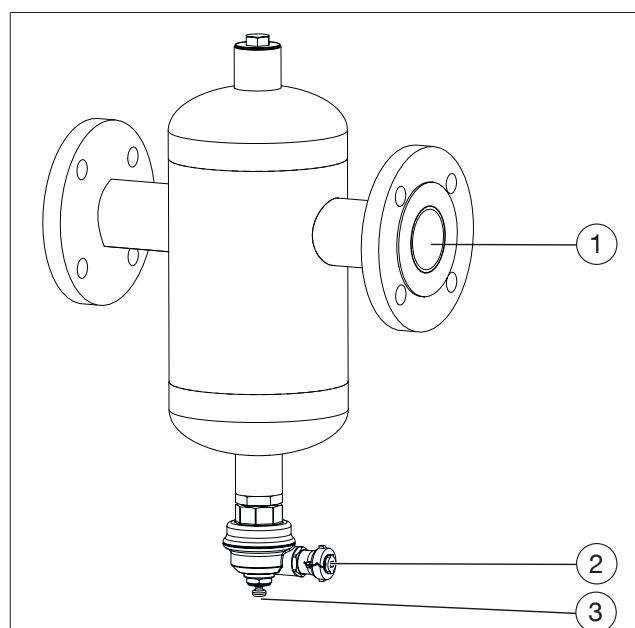
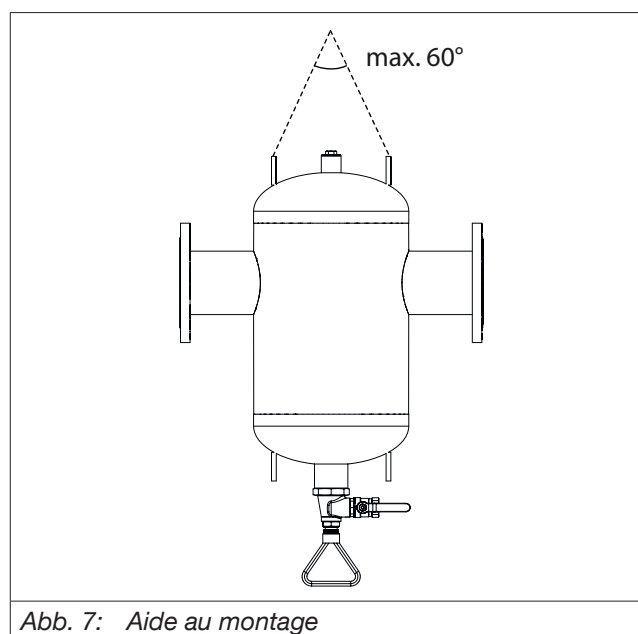

Abb. 2: Configuration
Abb. 7: Aide au montage
- Les œillets disposés sur le séparateur de boues servent à faciliter le montage lors du levage (voir Abb. 2 et Abb. 7).